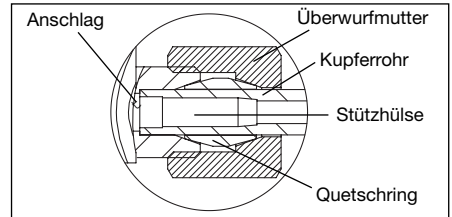

Abb. 6.12 Darstellung X, Einbau Kupferrohr
11. Die Enden des Kupferrohrs bis zum Anschlag in das Gehäuse bzw. in den Stopfen schieben. (Abb. 6.12 für die Richtung des Kupferrohrs beachten!)